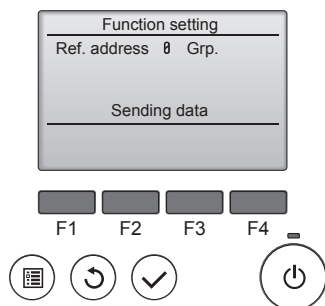

Fig. 6-15
- ⑤ (Fig. 6-15)
- ① Accès au mode de sélection des fonctions